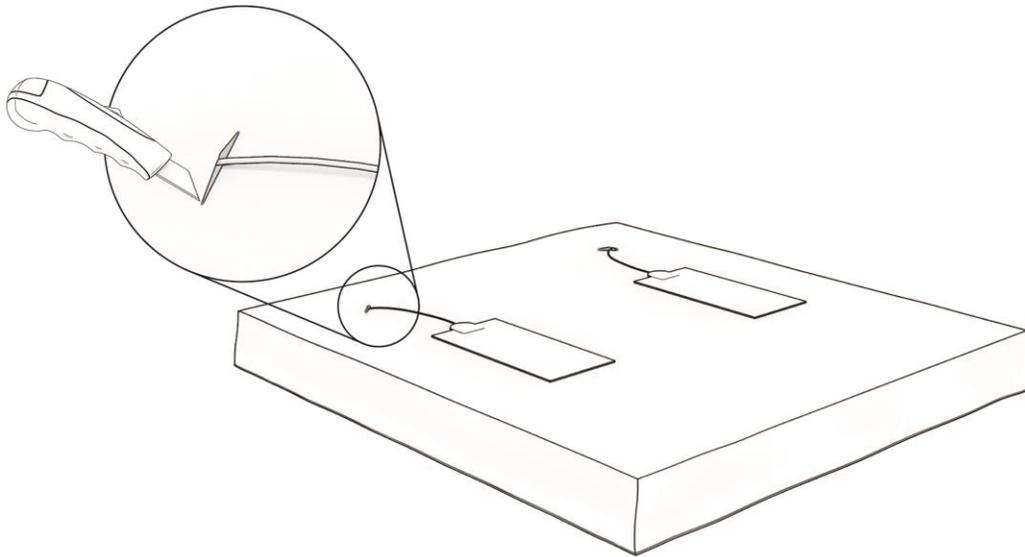

Abbildung 10: Positionierung der Heizelemente und Schlitzze für die Kabel.
Schritt 11. Positionieren Sie die Heizelemente auf dem unteren Teil des Bezuges, wie in Abbildung 10 dargestellt. Es gibt zwei Varianten eines unteren Bezuges. Eine hat vorgestanzte Löcher im Boden des Bezuges, durch die die Kabel der Heizelemente geführt werden können. Bei der anderen Variante muss man mit einem Stanley-Messer selbst Schlitz in den Boden des Bezuges, an den in Abbildung 10 gezeigten Stellen, anbringen und die Heizelementkabel durch diese Schlitz im Bezug und durch die Löcher in den Bodenplatten führen.